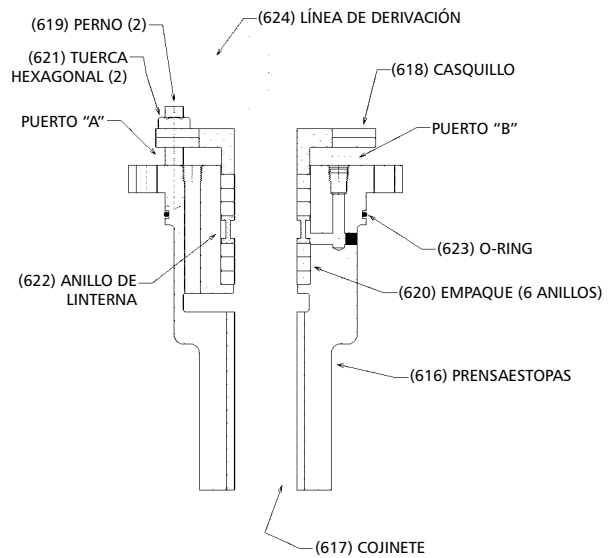

Figura 9
1. Si el prensaestopas (ver Figura 9) o la tuerca de tensión (ver Figura 10) están ensambladas a la cabeza, quítelas junto con toda la tubería incluida.
2. En el caso de una columna roscada, verifique que la columna con brida (637) esté unida a la parte inferior de la cabeza de descarga; verifique y apriete los tornillos de casquete (o tornillos Allen) gradualmente en pares diametralmente opuestos.
Ensamble el prensaestopas como se muestra en la Figura 9.
1. Limpie la superficie de la cabeza de descarga donde se montará el prensaestopas y quite cualquier hendidura o rebaba con una lima plana y fina. Coloque la junta sobre la superficie. Deslice el prensaestopas (616) por el eje superior hasta su posición sobre la junta. Asegúrese de que los tornillos de casquete estén apretados con el mismo torque para evitar una desalineación.
2. Engrase el anillo de empaque (620) para facilitar la instalación.
3. Tuerza los lados del anillo de empaque para facilitar su colocación alrededor del eje. Coloque el primer anillo dentro del prensaestopas. Cuando el anillo entero está dentro de la ranura con la ayuda de los dedos, empujelo hacia abajo usando un casquillo dividido de madera (o algo equivalente). Éste debe sellar el eje y el barrenado del prensaestopas. Instale todos los seis (6) anillos y el de cierre como se muestra en la Figura 9. Escalone las juntas de los anillos por intervalos de 90 grados. El casquillo dividido puede usarse como un compactador para el anillo superior.